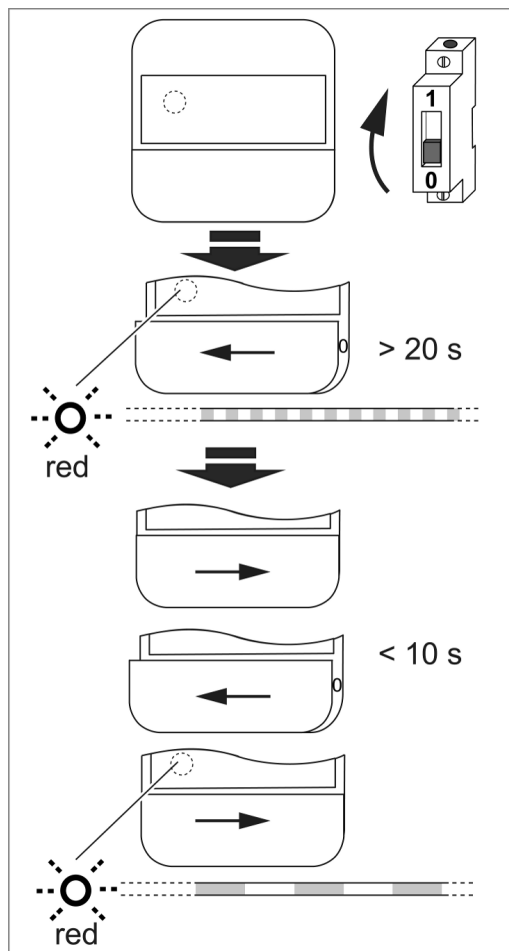

Bild 10: Rücksetzen auf Werkseinstellung
- Innerhalb von 10 Sekunden Schalter (5) in Position **AUTO** (Mitte), danach zurück nach links **OFF** und nochmals in Position **AUTO** (Mitte) schieben (siehe Bild 10).